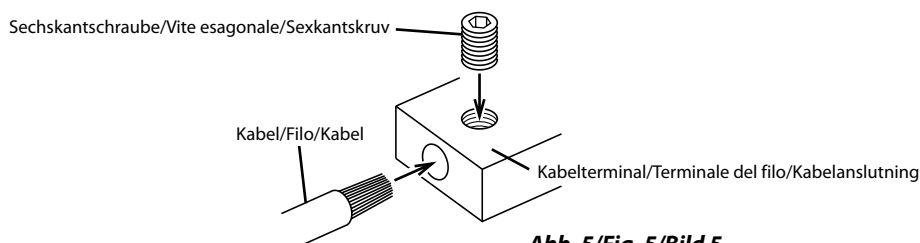

Abb. 5/ Fig. 5/ Bild 5
3. Ziehen Sie die Schraube mit dem Sechskantschlüssel (mitgeliefert) an, um das Kabel sicher zu befestigen. (Abb. 5) **Bevor dieser Anschluss durchgeführt wird, benutzen Sie den isolierten Schrumpfschlauch, um freigelegten Draht, der über den Anschluss herausragt, abzudecken.**
3. Serrate le viti installata con la chiave esagonale (in dotazione) per fissare il filo in posizione. (Fig. 5)
3. Dra åt stoppskruven med sexkantsnyckeln (ingår) för att säkra kabeln. (Fig. 5)